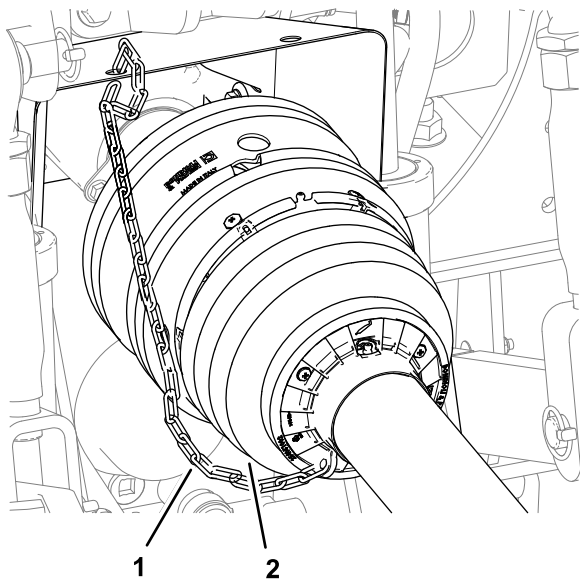

Figura 13
5. Compruebe que está instalada la cadena de seguridad entre el protector del árbol de la TDF delantero y una parte fija en el vehículo de remolque (Figura 13).